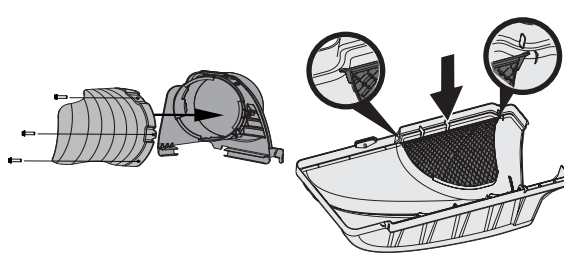

Figure 13
4. Fixez le déflecteur (731-18471) au support supérieur de la goutlotte à l'aide de 3 boulons fournis dans le kit de quincaillerie (689-02299). Voir Figure 13.